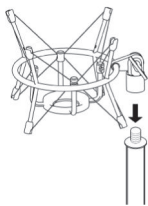

рис. 4
1. Навинтите микрофонный амортизатор АМ-60/27 (Oktava) на прочную, устойчивую стойку (рис. 4).